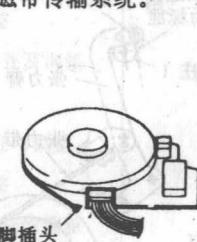
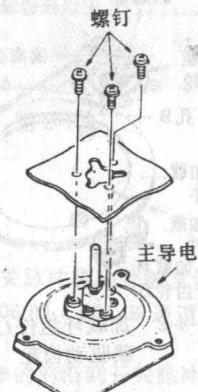

图 1-3-41 主导电机的更换(1)
图 1-3-42 主导电机的更换(2)
- ① 从主导电机上拔掉 6 脚插头。(如图 1-3-41 所示)。
- ② 按照 1-3-3(7)的方法拆下导柱 9 杠杆组件。
- ③ 拆下 3 个螺丝然后取下主导电机(图 1-3-42)。
- ④ 更换新的主导电机,用与上述相反的步骤进行安装。